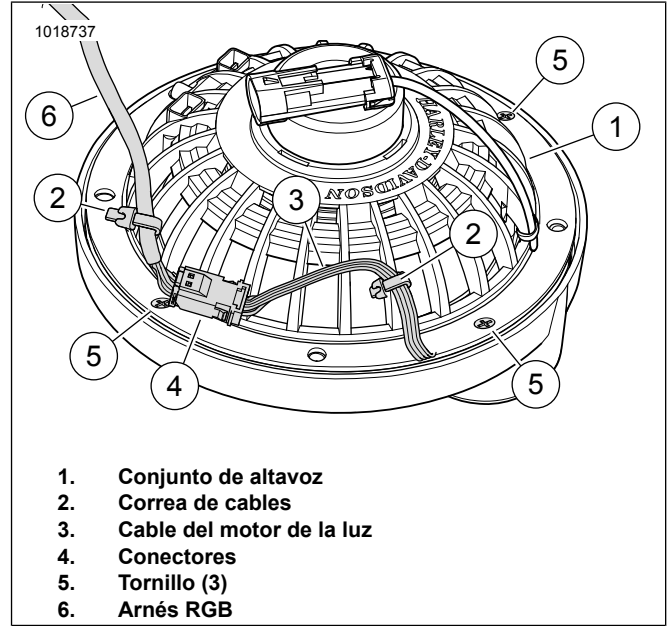

Figura 27. Parte trasera del altavoz, cable y correa de cables
- a. Consulte la Figura 27. Una los conectores (4) del motor de la luz (3) al arnés RGB (6).
- b. Pase el cable del motor de la luz (3) a lo largo de la parte trasera del altavoz (1) como se muestra. Para estabilizar los conectores (4), asegure el cable del motor de la luz (3) y el arnés RGB (6) con correas de cables (2) como se muestra.
- d. Instale la parrilla y los tornillos (5) para el altavoz.